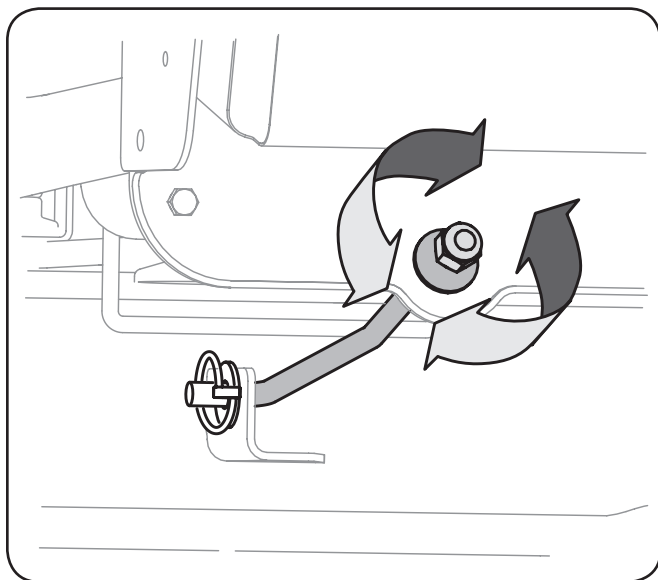

Figure 6-4
1. Repérez contre-écrou hexagonal fixé à l'extrémité avant de la tige de suspension du plateau de coupe. Voir Figure 6-4.
3. Desserrez les écrous (vers l'extérieur) pour abaisser l'avant du plateau de coupe. Voir Figure 6-4.